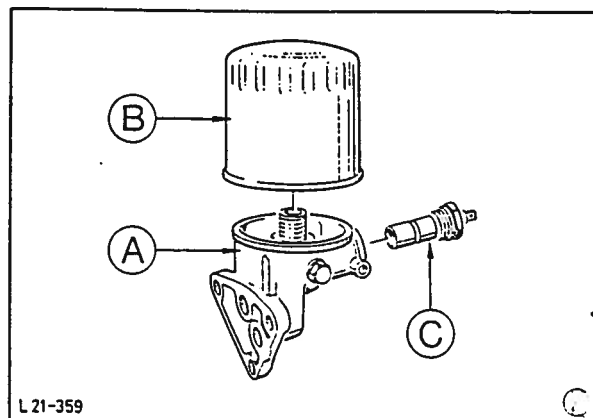

Fig. 7 A - Oljefilterhus
1. Kople fra oljetrykksbryterens ledning og skru ut bryteren, fig. 7 og 8.